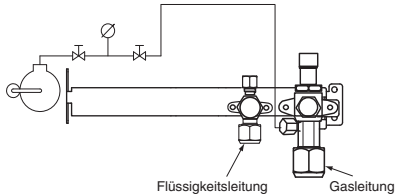

Abb. 9-2
- (6) Die Wartungsventile für die Gas- und Flüssigkeitsleitungen sind geöffnet. Wenn dies nicht der Fall ist, müssen sie nun geöffnet werden. (Abb. 9-2)